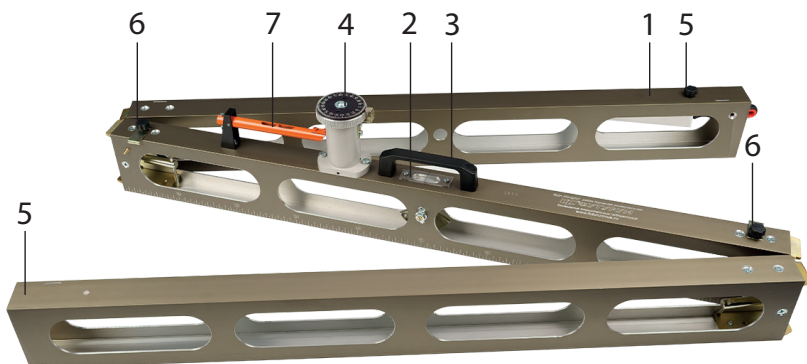

Рисунок 4 – Конструкция рейки дорожной универсальной РДУ КОНДОР
2.2.2 Рейки РДУ КОНДОР и РДУ КОНДОР-Э требуют дополнительной сборки. Чтобы собрать рейку, необходимо ослабить прижимные планки 6 (рисунок 4 и 5), разложить рейку на ровной поверхности и жестко зафиксировать в местах соединения стяжными болтами (рисунок 6).